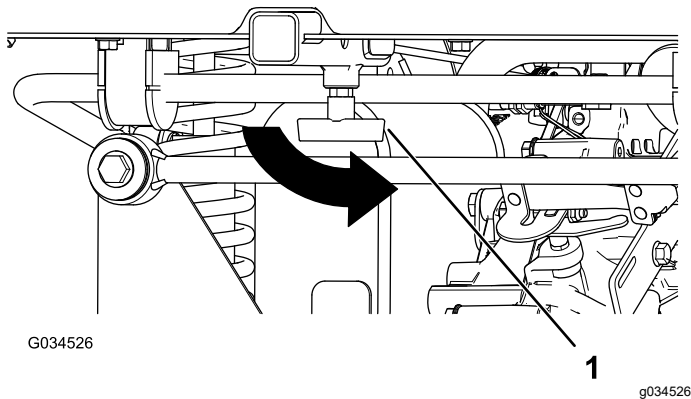

Figura 17
4. Apriete la maneta en T girándola en sentido antihorario (Figura 17).